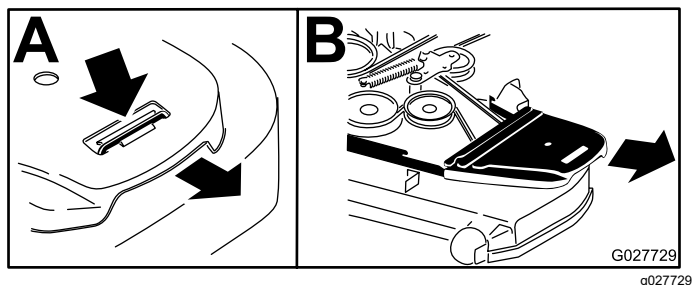

Figura 4
2. Retire la cubierta de la correa de la derecha (Figura 4).